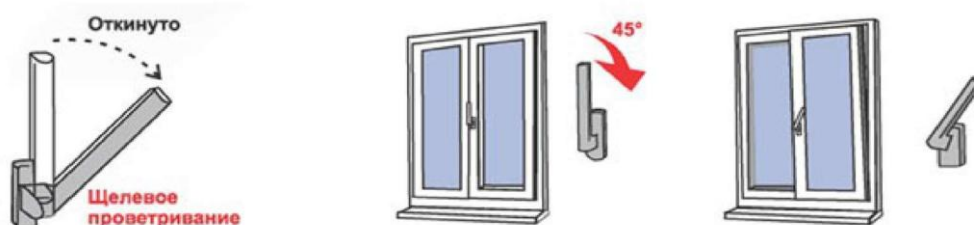

Рис. 3
4. Для перевода створки в положение «Проветривание» ручку поворачивают из положения «Откинута» в положение «Проветривание» на 45 градусов (см. Рис. 3). При этом створка окна (после небольшого поворота относительно нижней горизонтальной оси) фиксируется, будучи неплотно прижатой к раме окна вверх. Зазор между рамой окна и створкой (в верхней части) в данном режиме может составлять от 5 до 10 мм. и регулируется небольшим поворотом ручки (**щелевой режим**).